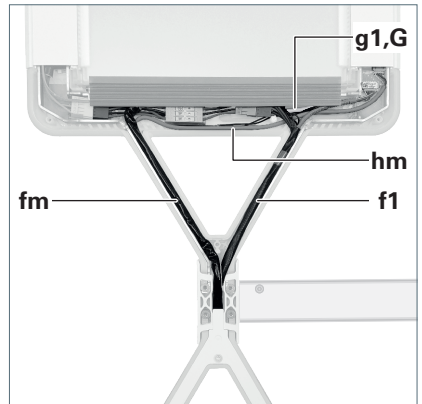

Fig. 23: Leitungen versteuen.
21. Legen Sie die Versorgungsleitung **f1** aus dem Querträger in den Tragarm des Leuchtenkopfs 1, siehe Fig. 23.